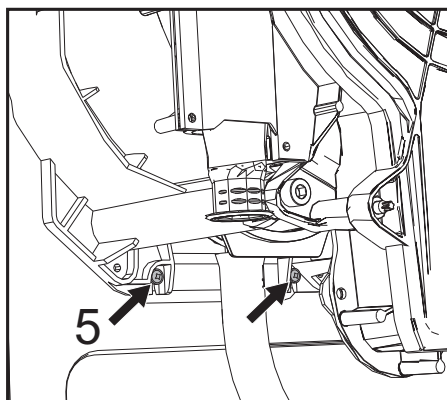

fig. 50
- Allentare le 2 viti **inferiori "5"** di fissaggio scambiatore al telaio (fig. 50)